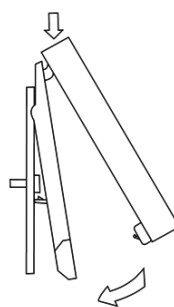

Fig. 56
- Una vez realizada la conexión, coloque el display sobre la parte trasera (Fig. 56).